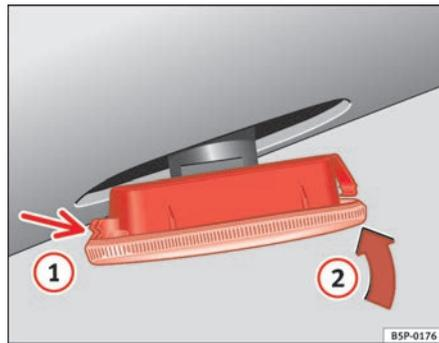

Fig. 173 Clignotant latéral
- Posez d'abord le clignotant dans le trou de la carrosserie, en emboîtant les languettes ⇒ fig. 173, flèche ①.
- Emboîtez le clignotant comme indique la flèche ② ⇒ fig. 173. ■